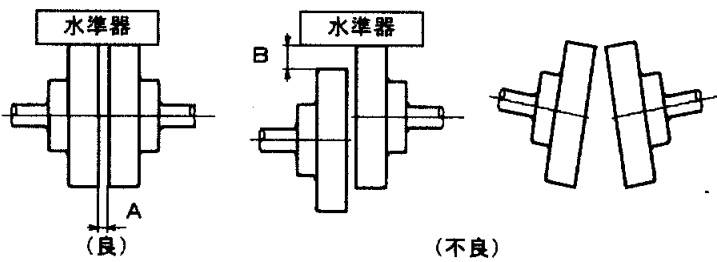

図2 カップリングの取付
- (1) 連結時は、ギヤードモータと相手機械の偏心量は0.05mm以下になるようにしてください。フレキシブルカップリングをご使用いただくと便利です。図2参照。